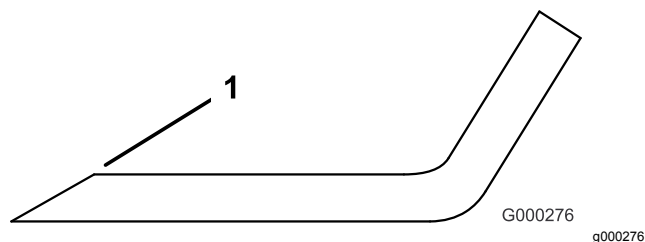

Figura 126
3. Esaminate l'affilatura di tutte le lame e affilate se risultano smussate o scheggiate (Figura 126).
per garantire l'affilatura (Figura 126). La lama resta bilanciata soltanto se viene rimossa una quantità uguale di metallo da entrambi i taglienti.